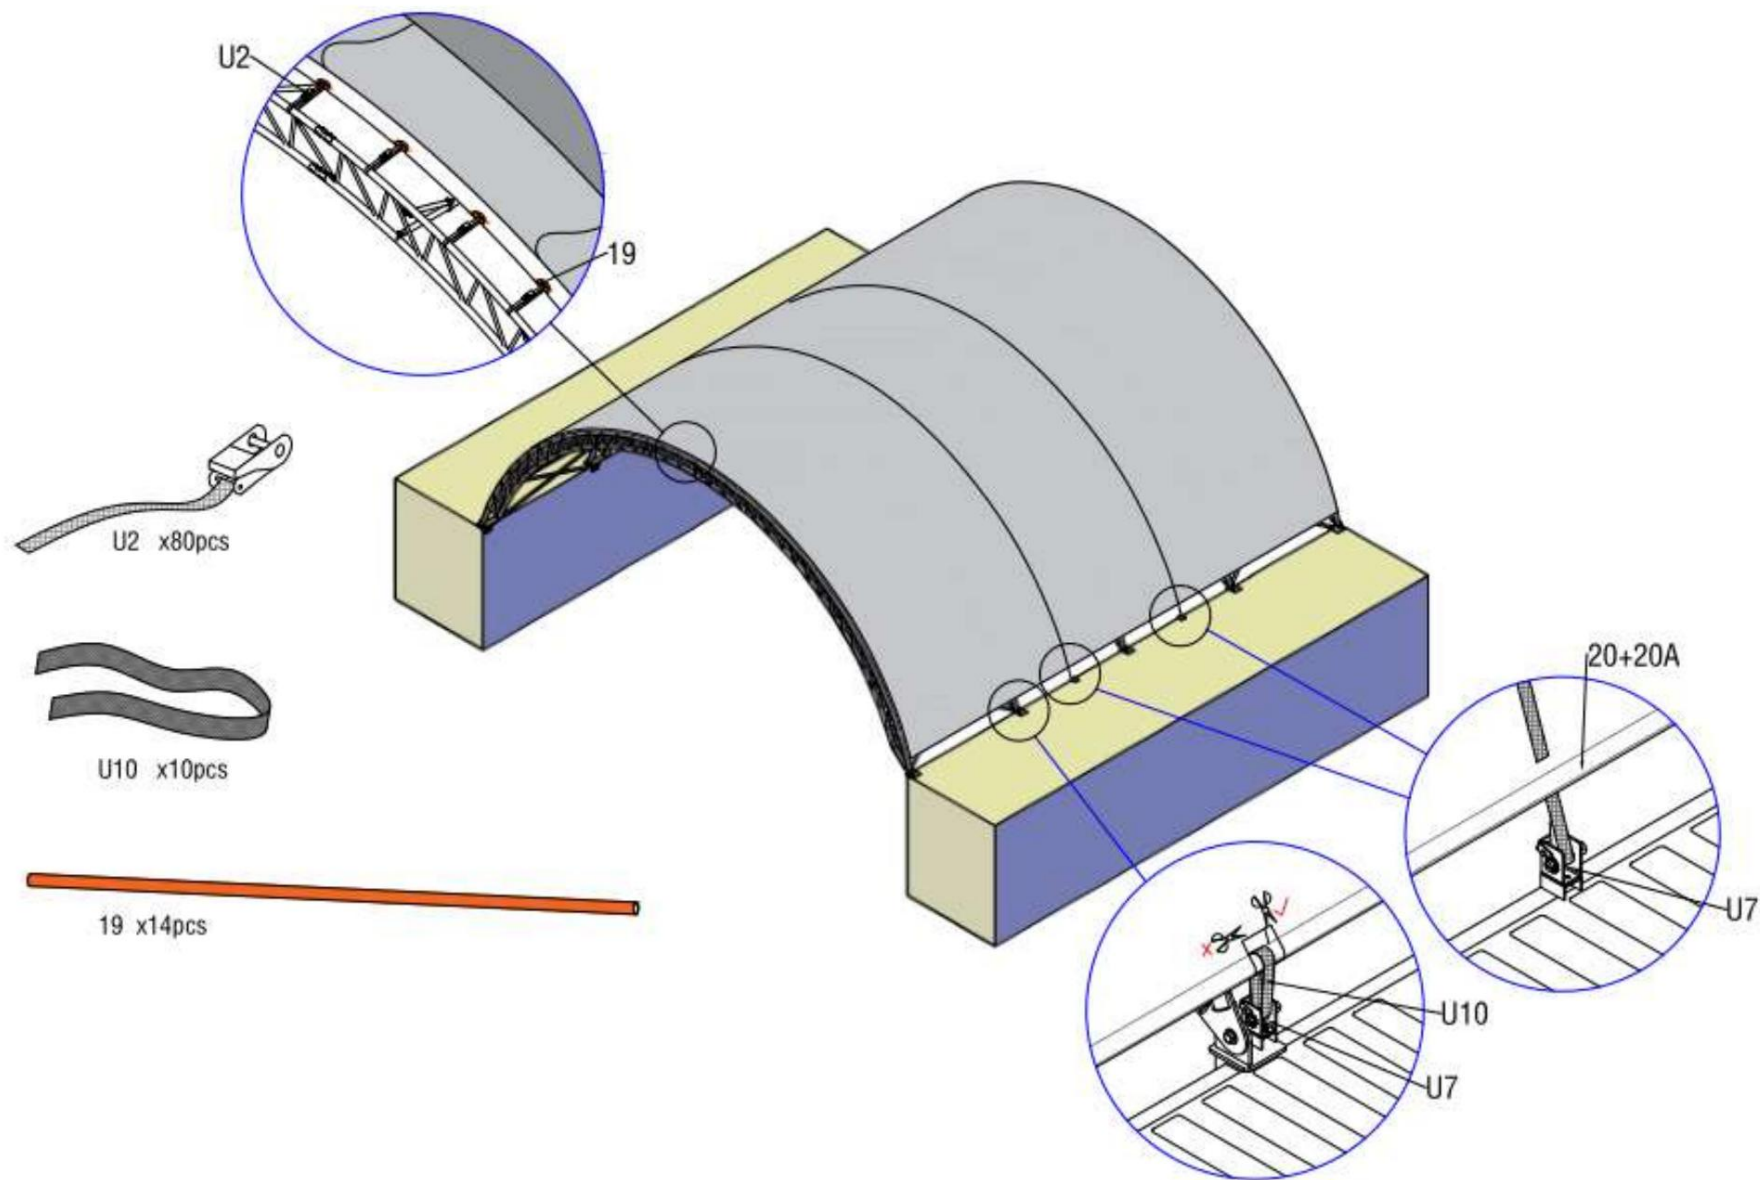

Figure 14
5. Insérez le tube PPR (pièce n° 19) dans l'extrémité de la bâche de toit à l'aide d'une petite clé à cliquet et de sangles (pièce n° U2), en suivant l'arc comme illustré sur la figure 14. Découpez ensuite la poche inférieure de la bâche de tension en fonction de l'emplacement de la plaque de base (attention au sens de coupe : la découpe doit être perpendiculaire à la poche de la bâche, comme illustré sur la figure 14). Insérez les sangles en nylon (pièce n° U10) dans le treuil, actionnez le treuil de serrage à cliquet d'avant en arrière, puis tendez la bâche de toit. Le serrage de la bâche de toit doit être correct, sans être excessif.